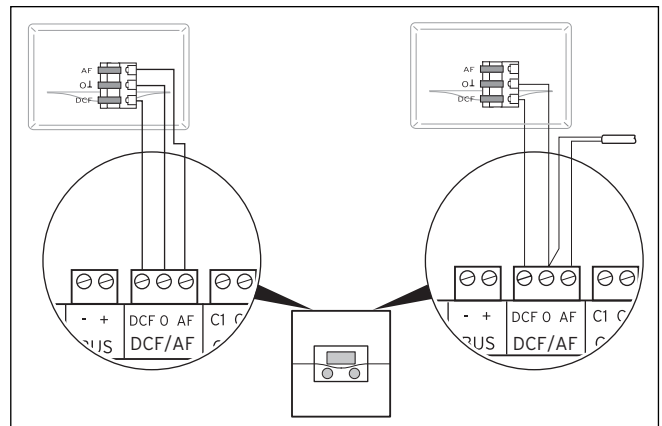

Abb. 5.42 DCF-Empfänger anschließen
- Nehmen Sie die Anschlussverdrahtung gemäß Abb. 5.42 vor.